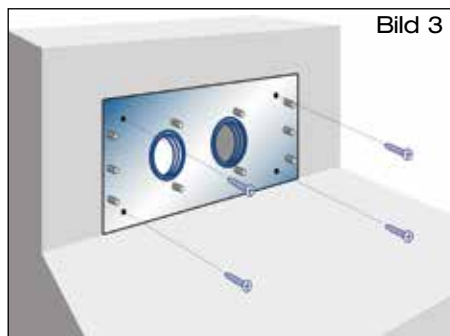

Bild 3
- 1.3 Schiebeflansch mittels Schlitzschraubenzieher befestigen (Bild 3).